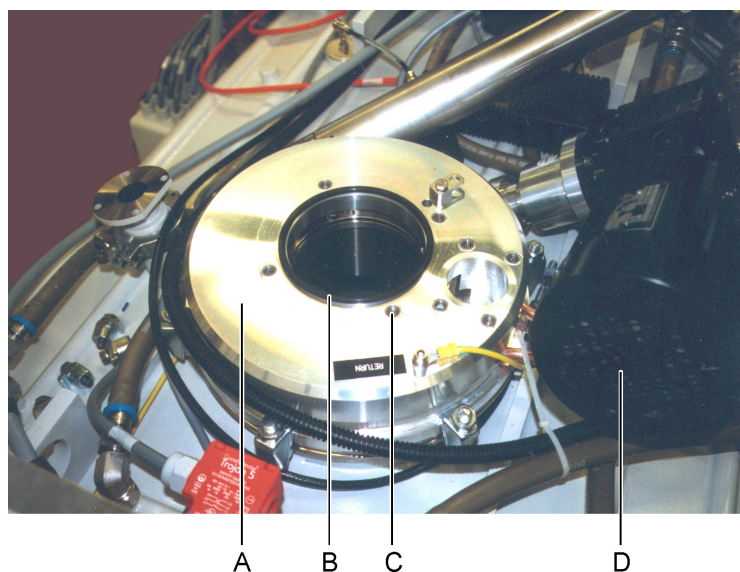

Abb. 4-10
- 2** Kontrollieren Sie die Dichtflächen am Prozesskammerflansch (Pos. A in Abb. 4-10, 77) und am Testglaswechslerflansch sowie den Dichtring (Pos. B) auf Beschädigungen und Sauberkeit. Wischen Sie anhaftenden Schmutz mit einem staubfreien, nichtfasernden, alkoholgetränkten Reinigungstuch ab.